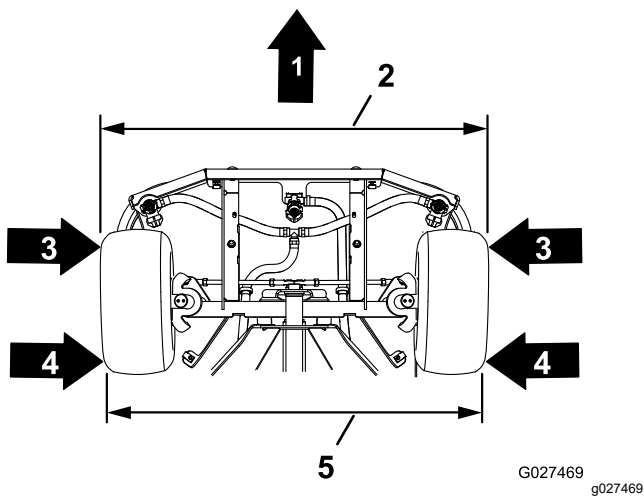

Figure 87
4. Mesurez la distance entre les 2 faces avant des pneus avant, comme montré à la Figure 87.
5. Mesurez la distance entre les 2 faces arrière des pneus avant, comme montré à la Figure 87.